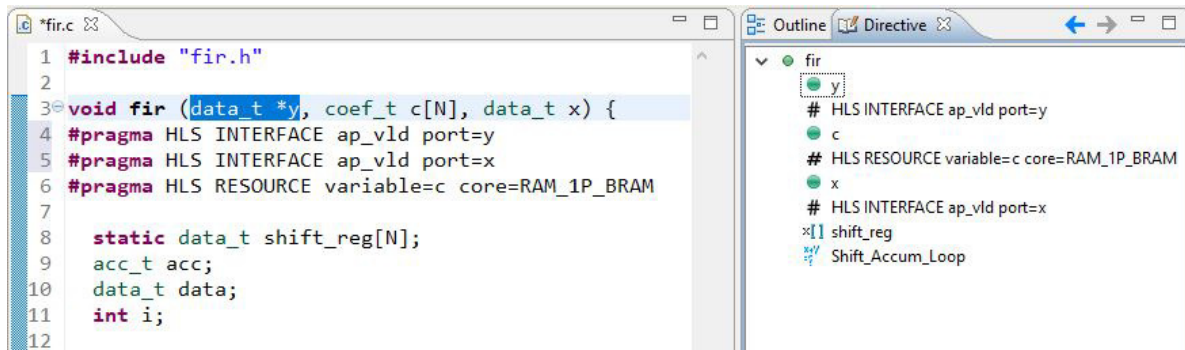

Abbildung 17: I/O Direktiven für das Beispiel
- Für das Argument `y` gehen Sie genauso wie für das Argument `x` vor und setzen `INTERFACE` ebenfalls auf `ap_vld`. Sie sollten nun die drei Direktiven im Quellcode haben, wie in Abbildung 17 gezeigt. Speichern Sie den Quellcode (Toolbar-Knopf `Save`). Falls die Direktiven nicht korrekt sind, wählen Sie die Direktive erneut aus und wählen über die rechte Maustaste `Modify Directive`. Prinzipiell ist es auch möglich, die Direktive im Quellcode zu ändern, hierzu müssen Sie aber die exakte Syntax kennen.